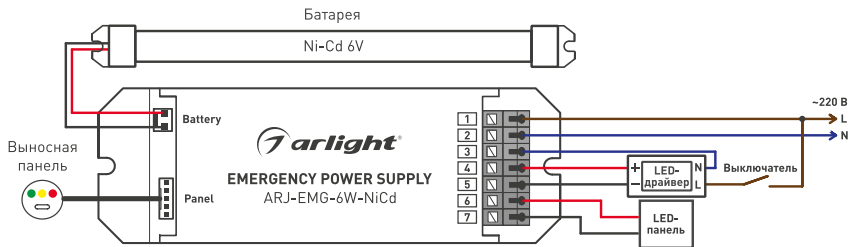

Рисунок 1. Стандартная схема подключения
- 3.4. Подключите провода, постоянно подключенные к сети: «L» [фаза] — коричневый провод — к выводу 1, «N» (ноль) — синий провод — к выводу 2, см. рисунок 1.